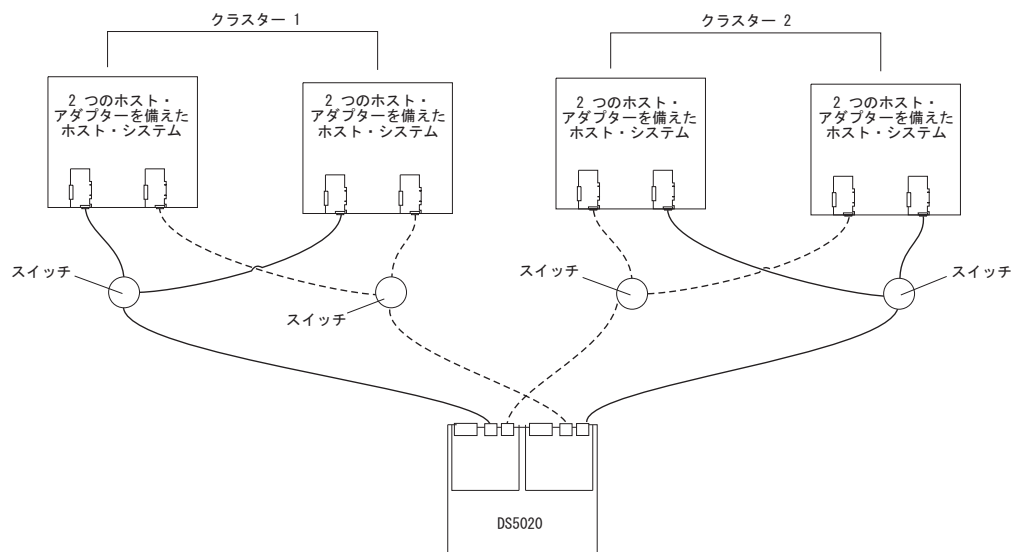

図 60. 2 クラスタ構成の例
- 2 つのクラスター (103 ページの図 60)
103 ページの図 60 に、2 クラスタ構成の例を示します。